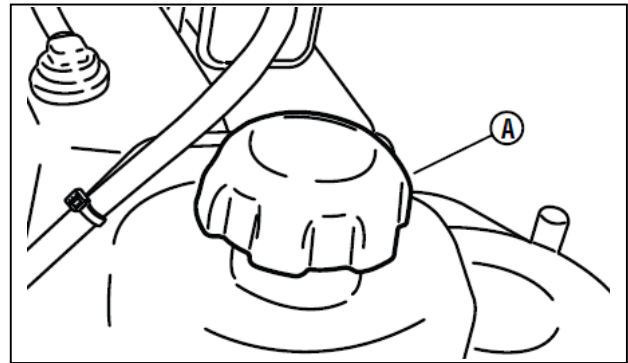

図 5-2 燃料タンクキャップ
1. 燃料キャップを外してください（図5-2のB）
8. 燃料補給後にガソリンの蒸気が拡散するよう本機の外側に押します。燃料補給の後に燃料タンクキャップ(図 5-2 の A)をしっかりと締めてください。